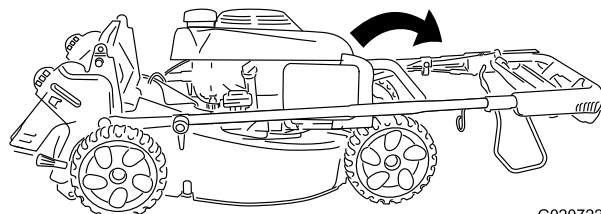

Figura 19
2. Ruotate l'intera stegola in avanti (Figura 19).